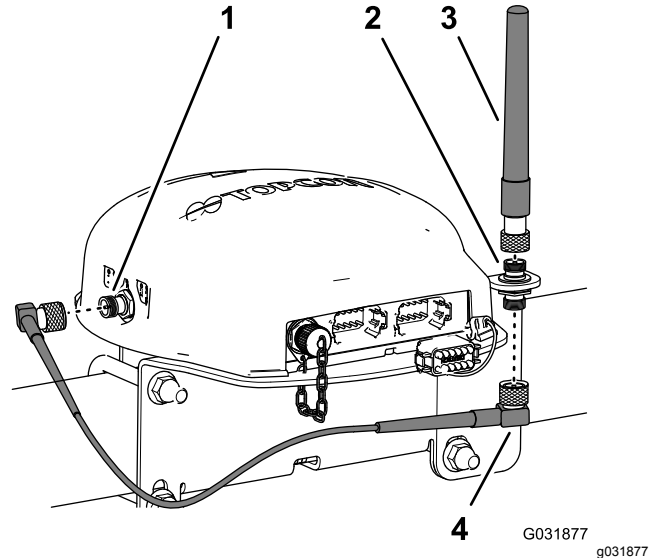

Figure 128
3. Assemblez l'antenne RTK sur le raccord supérieur du coupleur coaxial, et serrez l'écrou moleté de l'antenne à la main (Figure 128).
4. Serrez légèrement le câble d'antenne sur le raccord inférieur du coupleur coaxial (Figure 128).
- Acheminez le câble derrière le récepteur de navigation jusqu'au connecteur coaxial du modem cellulaire CDMA ou GSM (Figure 128).
- Branchez le câble d'antenne au connecteur coaxial du modem cellulaire CDMA ou GSM (Figure 128)